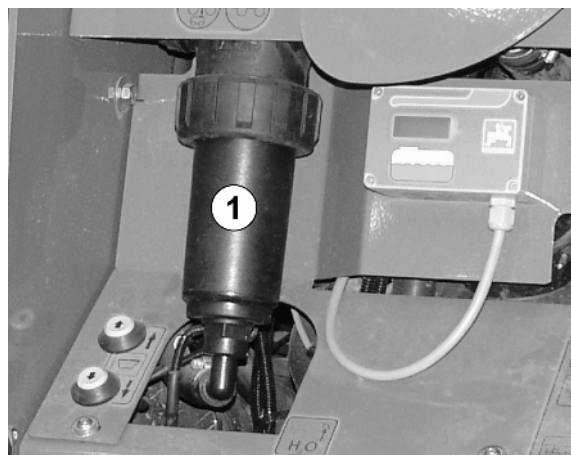

Рис. 129
2. Извлеките напорный фильтр (Рис. 129/1) и очистите его водой.